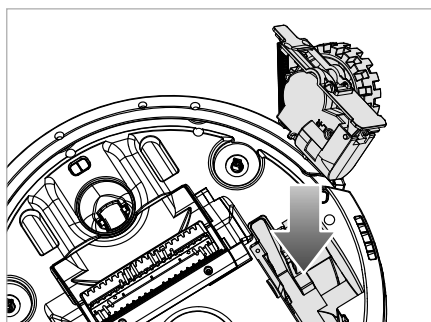

Fig. 23
- 4) Introduceți roata 20/34 la loc în compartimentul roții (a se vedea fig. 23).